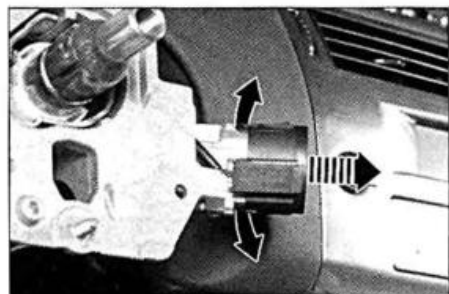

FIG. 35
- Desmontar la antena del transpondedor separando sus 2 lengüetas antes de deslizarla hacia el exterior (fig. 35).